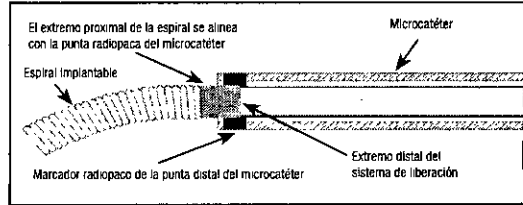

Figura 4 - Posición de las bandas marcadoras antes del desacoplamiento
28. Haga avanzar la espiral hacia el lugar deseado hasta que el marcador radiopaco del sistema de liberación esté alineado o ligeramente distal al marcador radiopaco de la punta distal del microcatéter, de modo que la zona de desacoplamiento esté justo fuera de la punta del microcatéter. Vea la figura 4.